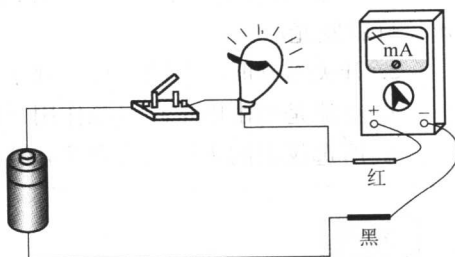

图 1-2-2 用电流表测量电流
1. 按图 1-2-2 所示连接电路并测量电流，电流为_____。
2. 将图 1-2-2 中的电流表改接在如图 1-2-3a 所示位置，电流为_____。